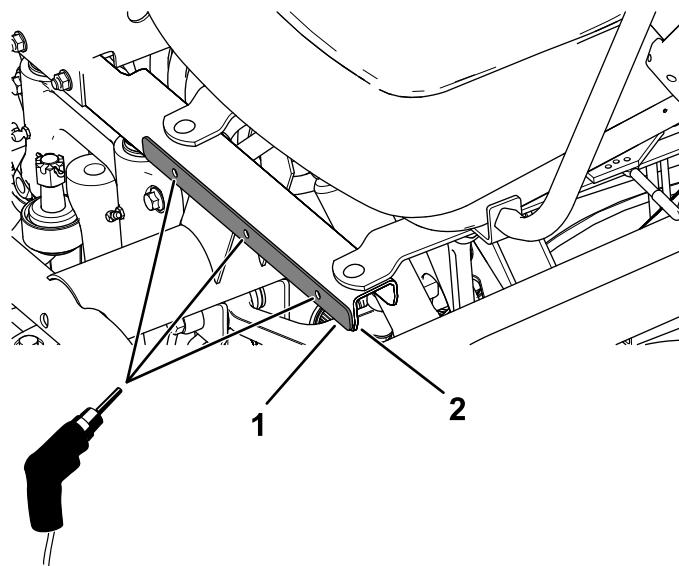

Figura 21
1. Allineate le barre del parafango al bordo inferiore del telaio della base del sedile e utilizzatele per contrassegnare e praticare 3 fori (5/16") su ciascun lato del telaio della base del sedile (Figura 21).